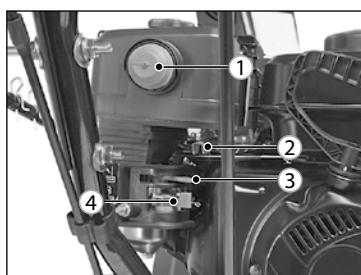

Рис. 23
7. Переведите рычаг топливного крана 4 в положение «Открыто» (крайнее правое положение) (рис. 23).
8. Если двигатель холодный, переведите рычаг воздушной заслонки 3 (рис. 23) в положение «Закрыто» (крайнее левое положение). При запуске прогретого двигателя переведите заслонку в положение «Открыто».
9. Передвиньте рычаг регулировки оборотов двигателя 2 в среднее положение (рис. 23).
11. Если двигатель холодный, для заполнения карбюратора топливом нажмите три раза на кнопку праймера 1 (рис. 23).
13. При низкой температуре окружающего воздуха (ниже -10 °C) перед каждой попыткой запуска может понадобиться 1-2 дополнительных нажатия на кнопку насоса подкачки топлива (праймер 1 на рис. 23). Не следует слишком активно использовать праймер во избежание залива свечи зажигания топливом.
15. После запуска двигателя дайте ему прогреться в течение 1-2 минут и переведите рычаг воздушной заслонки 3 в положение «Открыто» (рис. 23).
16. Когда частота вращения вала двигателя стабилизируется, переведите рычаг регулировки частоты 2 в положение  (рис. 23).
2. Переведите рычаг регулировки частоты вращения вала двигателя 2 в положение  (рис. 23).
5. Переведите рычаг топливного крана 4 в положение «Закрыто» (крайнее левое положение) (рис. 23).